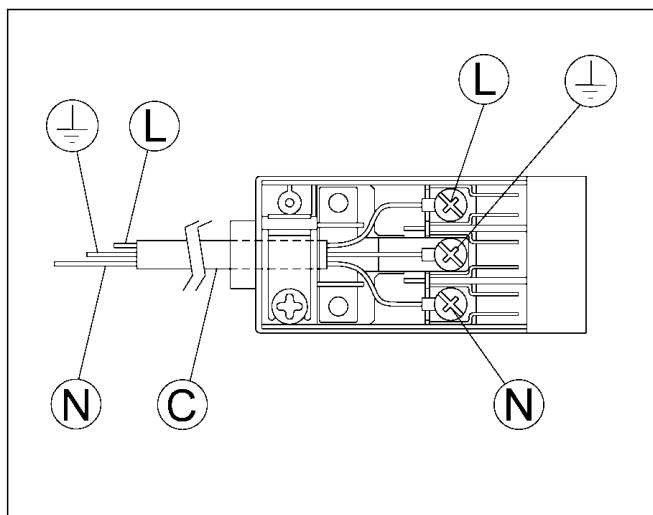

FIG. 11
- Colocar al cable de alimentación "C", en el caso de que no lo disponga (véase fig. 11), una clavija normalizada para la carga indicada en la etiqueta indicativa.
- Conectar los cables como muestra el esquema de la fig. 11, respetando las siguientes correspondencias: